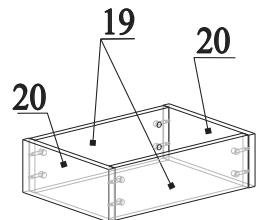

Рис.15
40. Соединить детали 19 и 20, затянуть эксцентрики по часовой стрелке до упора (рис.15) (при заказе деталей 19 и 20 из искусственного камня они поставляются в сборе);